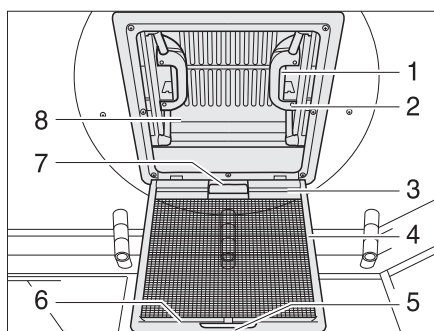

Fig. 45 Claraboya con cierre de resorte
- Tirar del tirador (Fig. 45,5).
- Plegar hacia abajo la protección contra insectos (Fig. 45,4).
- Presionar el cierre de resorte (Fig. 45,1) hacia el lado interior de la claraboya (Fig. 45,8). Presionar simultáneamente hacia arriba la claraboya con el tirador (Fig. 45,2).
- Plegar hacia arriba la protección contra insectos (Fig. 45,4) hasta que engatille.
- Tirar la claraboya (Fig. 45,8) enérgicamente hacia abajo por los dos tiradores (Fig. 45,2), hasta que los dos cierres de resorte (Fig. 45,1) engatillen.
- Tirar de la persiana oscurecedora enrollable por el asidero (Fig. 45,7) y enganchar el listón de enganche (Fig. 45,3) en el listón de soporte (Fig. 45,6) en la protección contra insectos.
- Soltar el listón de enganche (Fig. 45,3) del listón de soporte (Fig. 45,6) y regresar lentamente la persiana oscurecedora enrollable.